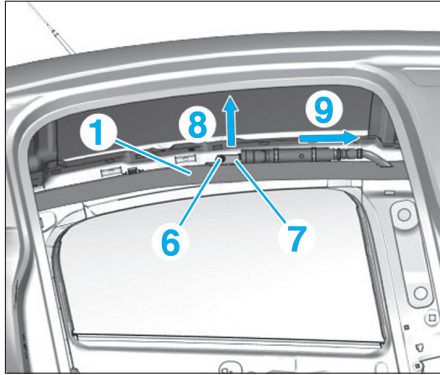

Fig. 19
- Déposer la vis (6) (Fig.19).
- Dégager le support (7) suivant la flèche (8) puis (9).
- Déposer le module d'airbag rideau (1).